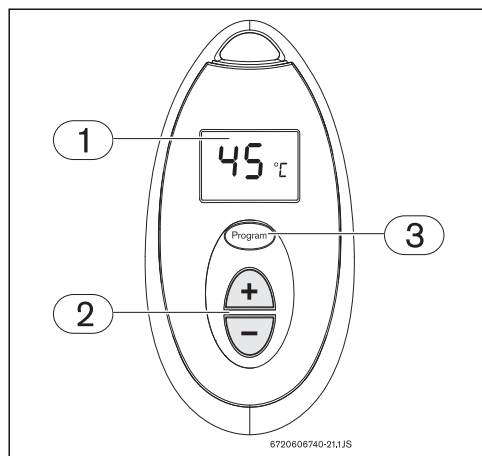

Fig. 21 Guardar en memoria la temperatura del agua
- (Fig. 21, [pos. 2]) hasta que figure la temperatura deseada en la pantalla del mando a distancia (Fig. 12, [pos. 1]).
- Usted podrá guardar en la memoria esta temperatura presionando la tecla Programar del mando a distancia. (Fig. 21, [pos. 3]) durante 3 segundos.